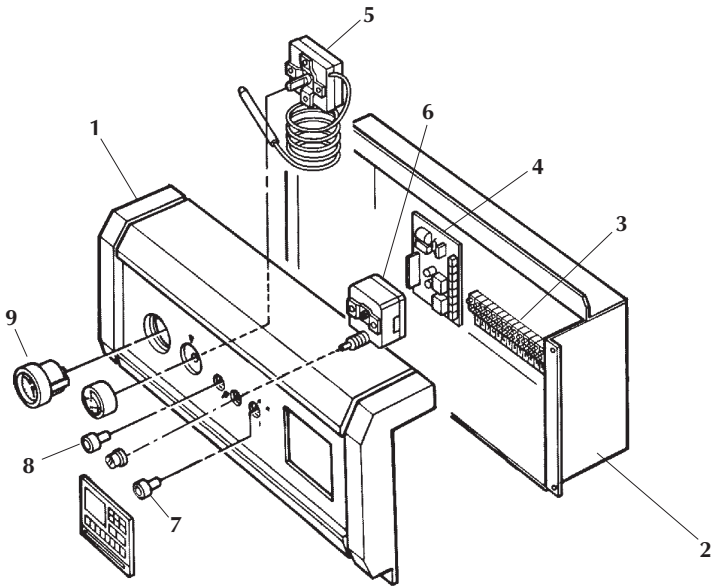

Abb. 5
4.03 Auseinandergezogener Perspektivschnitt (Abb. 5)